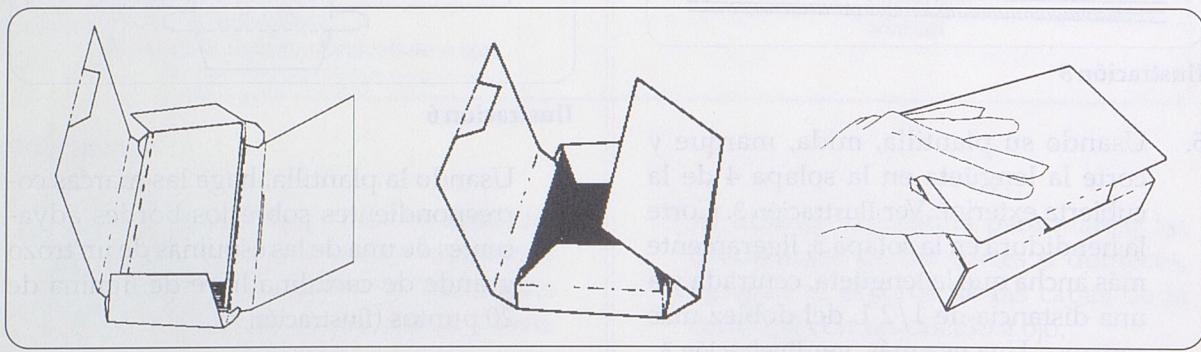

Ilustración 9
6. Doble la caja y coloque el libro dentro de ella (Ilustración 9). ¡Listo!